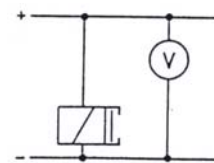

Abb. 8 Spannungsmessung
- Die erforderliche Spannung von 24 V (+ 10%) liegt nicht an der Kupplung an (Abb. 8).